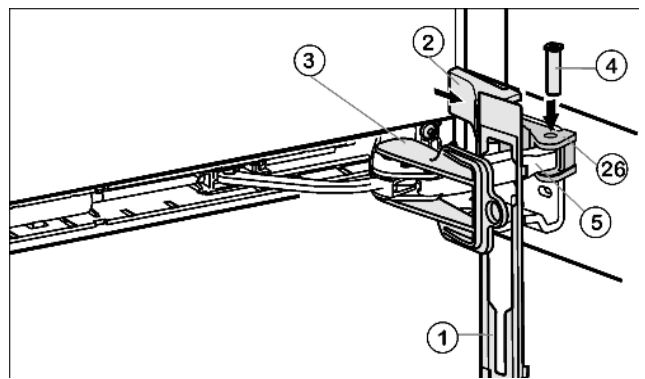

Fig. 13
- ▶ Suspenda el panel *Fig. 13 (1)* en el estribo del amortiguador, de modo que los ganchos de retención estén orientados hacia delante y el lado delantero esté orientado hacia al aparato.
- ▶ Acerque el estribo del amortiguador *Fig. 13 (5)* a la pieza de cojinete *Fig. 13 (26)* y vuelva a introducir el perno *Fig. 13 (4)* desde arriba, de modo que el cuadrado esté en la parte hundida.
- ▶ Coloque y encaje la cubierta *Fig. 13 (2)*.
- ▶ Retire el seguro *Fig. 13 (3)* girándolo.
- ▶ Encaje el panel *Fig. 13 (1)* en la puerta.